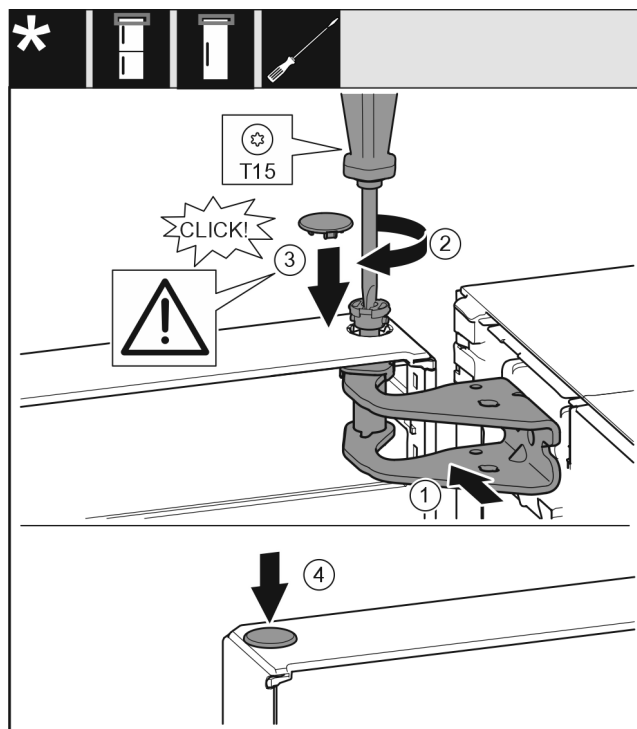

Fig. 21
- ▶ Dveře nahoře vyrovnejte s otvorem ve stojanu ložiska Fig. 21 (1).
- ▶ Vložte čep Fig. 21 (2) a pevně jej utáhněte šroubovákem.
- ▶ Nasadte kryt Fig. 21 (3).
- ▶ Zkontrolujte, zda kryt Fig. 21 (3) doléhá na dveře.
- ▶ Nasadte kryt Fig. 21 (4).